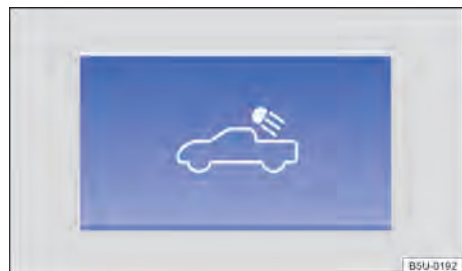

Fig. 68 En la consola central: tecla de iluminación del compartimento de carga.
- Para **conectar**: presionar la tecla → **fig. 68** en el panel de instrumentos.
- Para **desconectar**: presionar nuevamente la tecla → **fig. 68** en el panel de instrumentos, desactivar la luz de posición o conectar el encendido del vehículo.